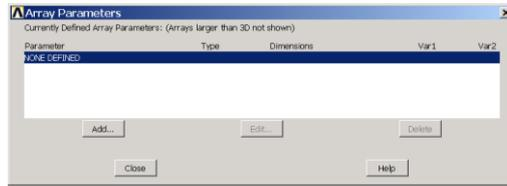
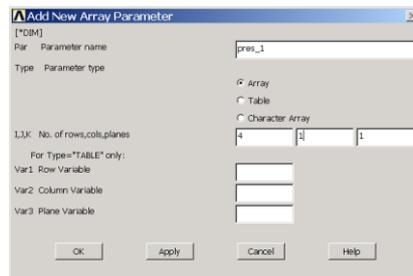

图5.40 数组管理对话框
图5.41 设置数组
- (1)单击工具栏上的 **RESUM_DB** 按钮,恢复 5.4.3 节中保存的模型数据库。
- (2)单击【Utility Menu】|【Parameters】|【Array Parameters】|【Define/Edit】菜单,弹出如图 5.40 所示的对话框。
(3) 单击 **Add...** 按钮，接着弹出如图 5.41 所示的对话框。在 **【Parameter name】** 文本框中输入数组名 **【pres_1】**，在 **【No.of rows,cols,planes】** 文本框中分别输入 **【4】**、**【1】** 和 **【1】**，然后单击 **【OK】** 按钮，回到图 5.40 的数组管理对话框。